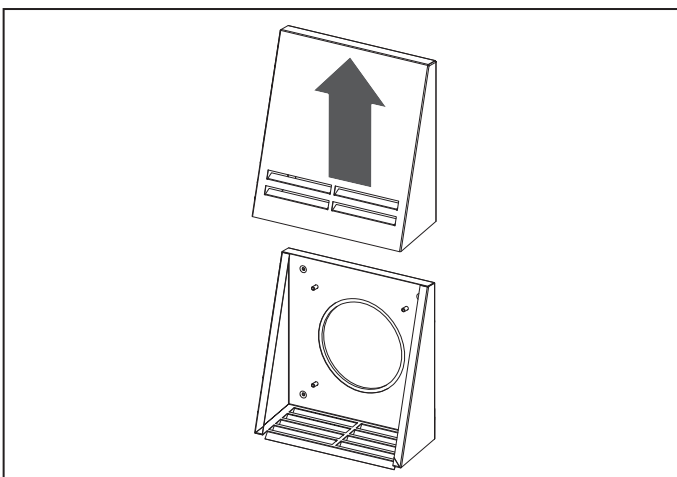

Abb. 13a.
- Abb. 13a für VENTO Expert A50-1 Pro. Entfernen Sie das Vorderteil der Lüftungshaube.